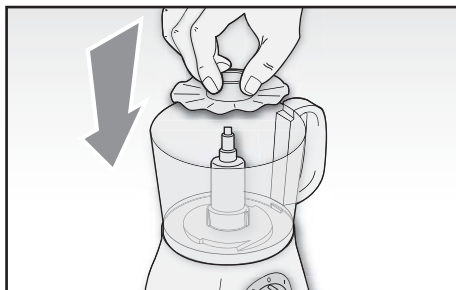

Abb. 6
Das Schlagzubehör (H) auf dem Messerhalter (D) (Abb. 6) montieren.